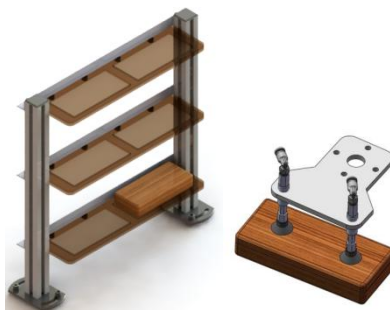

图 3-6 成品入库
(12) 六轴工业机器人将完成后的成品入库到 1 号仓位（如图 3-6 所示）。